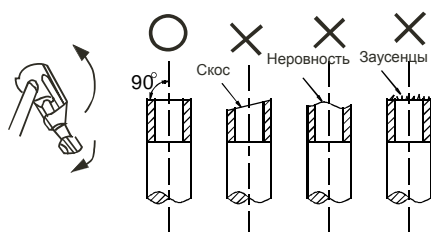

Рис. 6-4
1. Для резки труб используется специальный инструмент (труборез); см. рис. 6-4.